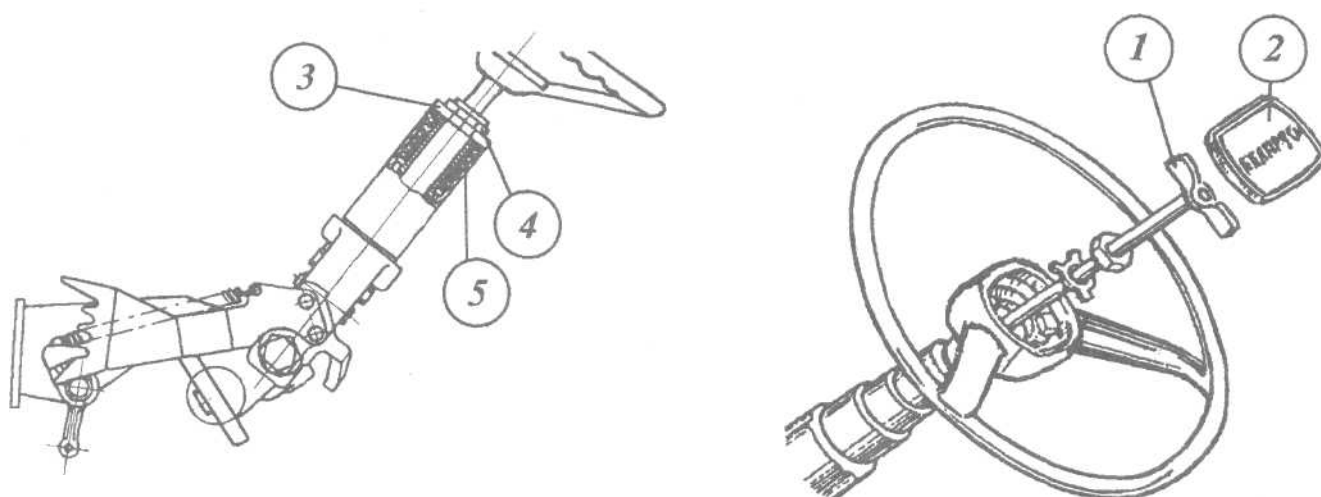

Fig. 4.25.
Pentru a regla înălțimea volanului, scoateți capacul (2) (fig. 4.25), deșurubați șurubul la 3...5 ture (1) și mutați volanul de-a lungul axei coloanei de direcție în poziția dorită, după aceea înșurubați șurubul (1) și puneți capacul la loc (2).
În scopul de a evita vibrațiile volanului, strângeți piulița (3) (fig. 4.25) până la contactul cu manșonul (5) la lacunele selectate de conexiune, deșurubați piulița (3) la 1/2 -1 ture și blocați contrapiulița (4).